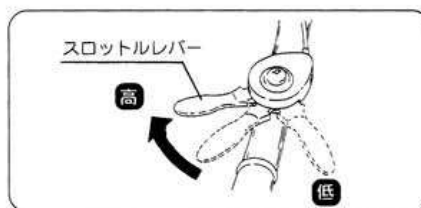

図19
- ④ スロットルレバーを内側に回して、エンジンの回転速度を調節してください。(図19)